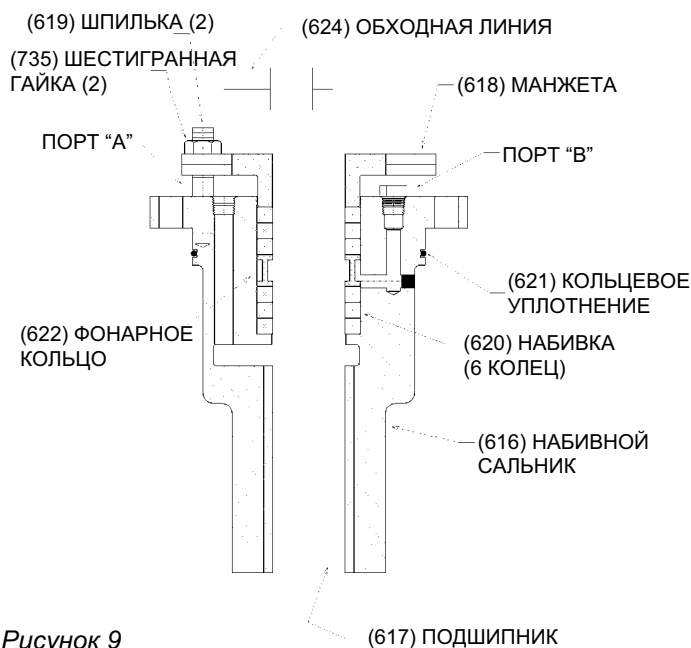

Рисунок 9
1. Если набивной сальник (см. рис. 9) или натяжная гайка (см. рис. 10) присоединены к головке, удалить их и весь прикрепленный трубопровод.
2. В случае резьбовой колонны убедиться, что фланец колонны (637) прочно прикреплен к нижней части нагнетательной головки. Проверить и затянуть колпачковые винты (или винт с головкой под ключ) постепенно в диаметрально противоположных парах.